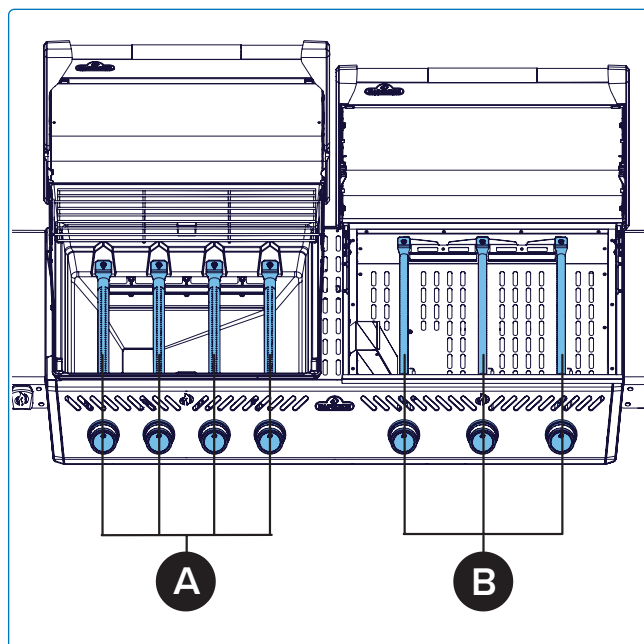
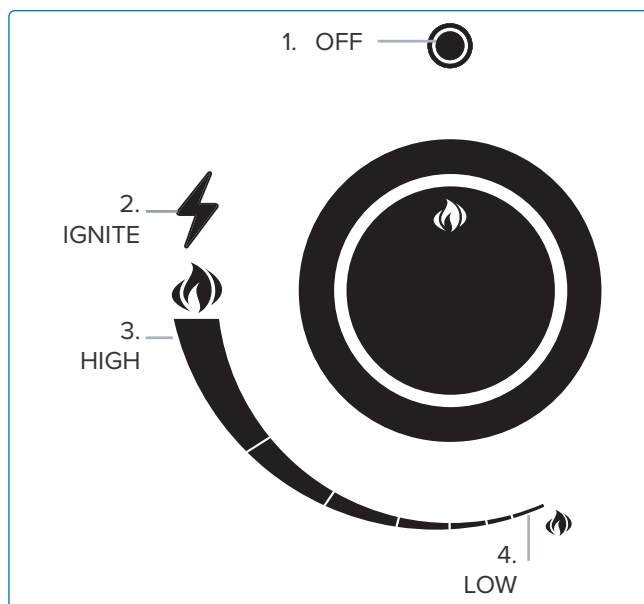

Fig. 8
Fig. 9
1. Ouvrez le couvercle (**fig. 8**).
2. Appuyez et tournez lentement n'importe quel bouton de commande du brûleur principal dans le sens antihoraire jusqu'à la position MAXIMUM jusqu'à ce que la veilleuse s'allume. Continuez d'appuyer sur le bouton de commande jusqu'à ce que le brûleur s'allume, puis relâchez (**fig. 8, fig. 9**).